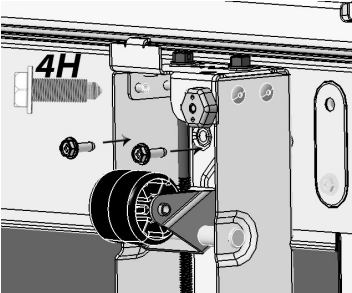

Fig. 5
- c. À l'aide des boulons 4H de l'étape 1, fixez l'avant de l'assemblage du niveleur au réfrigérateur/ congélateur à l'aide d'un tourne-écrou de 5/16 po (Fig. 5).